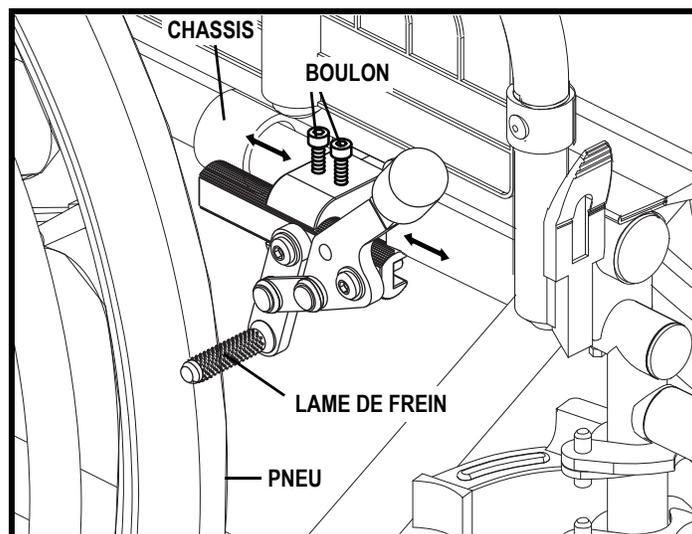

Figure 26. Réglage des freins
2. Desserrez les boulons qui retiennent le frein au châssis. **Voir la figure 26.**